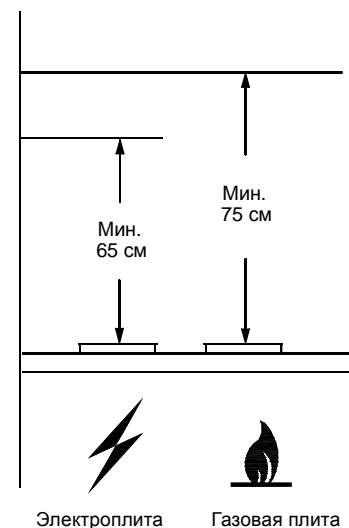

РИС. 1
1.2. Зонт устанавливайте на высоте согласно рис. 1.
4.5. Зонт устанавливайте над плитой согласно рис. 1.